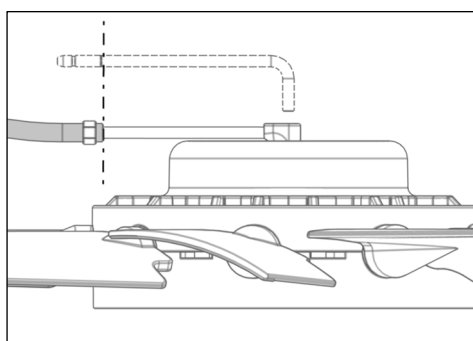

Fig. 18
- 9) Coulisser le flexible de refoulement sur le tuyau d'admission d'air jusqu'au repère (25 mm/0,984") (Fig. 18).